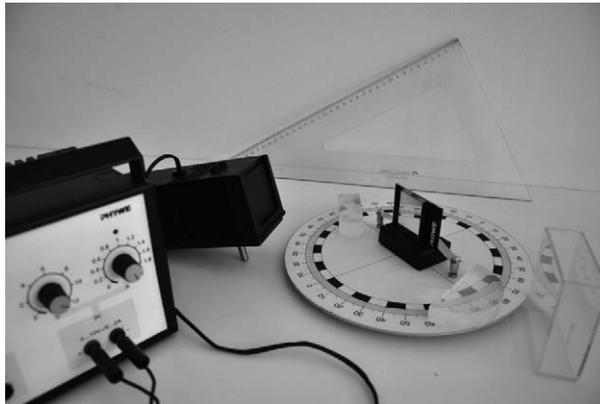

Figura 12.2 Montaje reflexión
1. Monte el espejo plano sobre la lámina de disco graduado y asegúrelo con las pestañas. Haga incidir un rayo de luz de la lámpara al vértice del espejo plano con un ángulo de 15° con la normal, como indica la figura 12.2. ¿Qué observa?